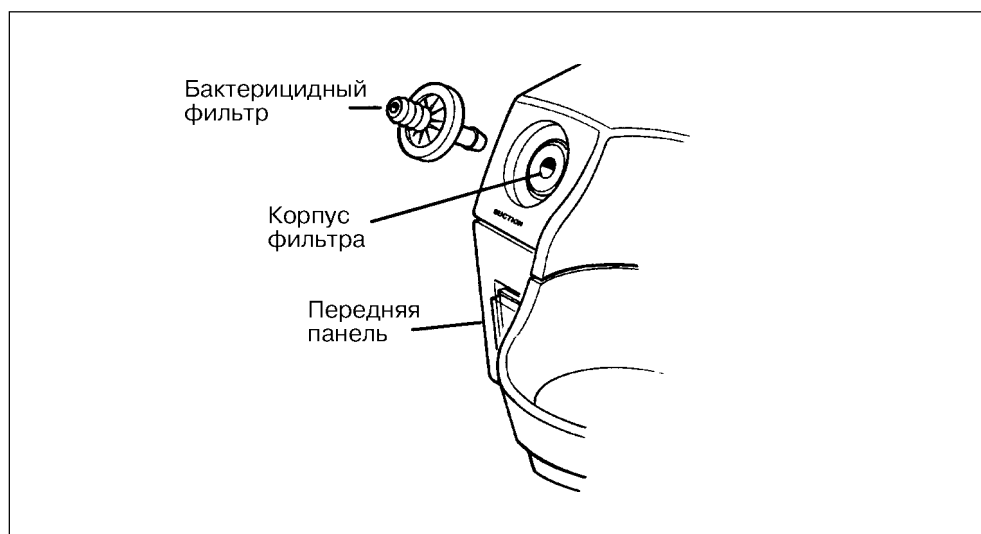

Рис.2 Установка бактерицидного фильтра
5. Извлечь транспортную пробку из впускного отверстия, расположенного на передней панели и вставить бактерицидный фильтр, ориентируя наружу соединительный наконечник фильтра с бороздками (см. рис.2).